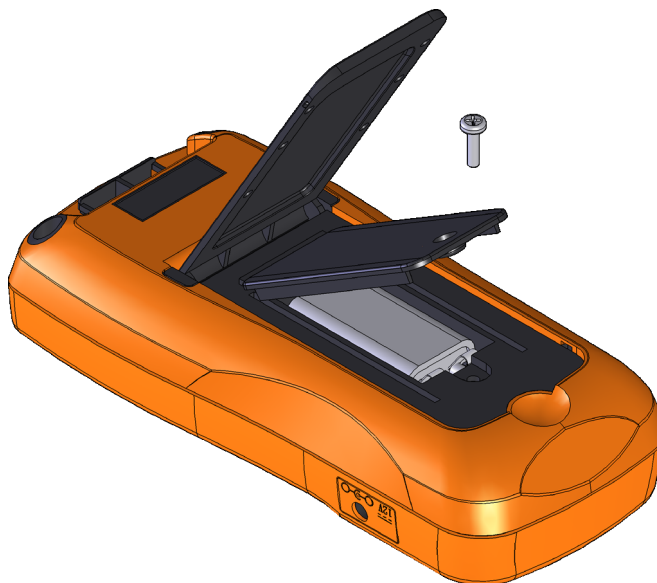

図 1-1 電池の装着
- 1 電池カバーを開けます。傾斜スタンドを持ち上げます。適切なプラスねじドライバーでねじを緩め、図 1-1 に示すように電池カバーを取り外します。